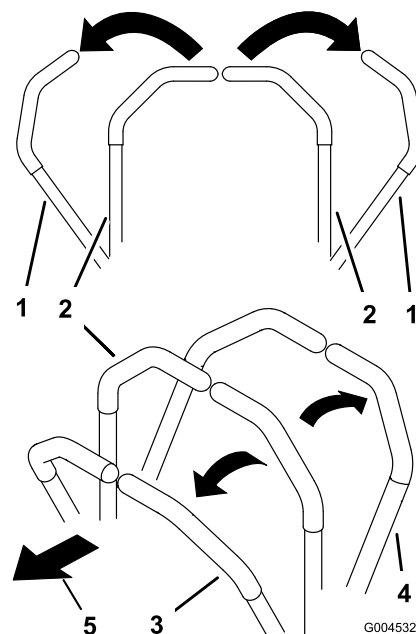

Figura 15
- Para ir hacia adelante, empuje lentamente las palancas de control de movimiento hacia adelante (Figura 15).
Para ir recto, aplique la misma presión a ambas palancas de control de movimiento (Figura 15).
Para girar, deje de empujar la palanca de control de movimiento del lado al que desea girar (Figura 15).